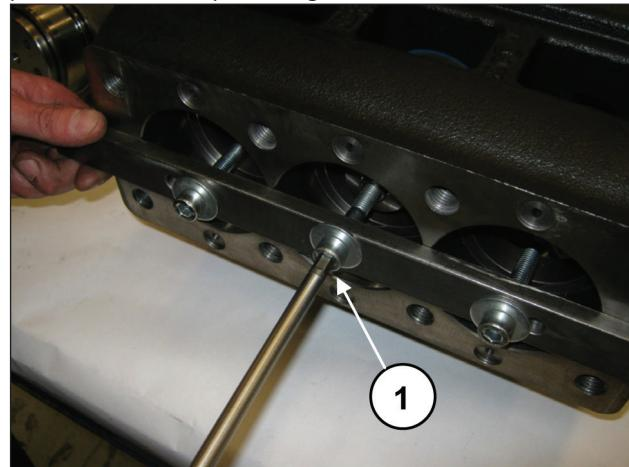
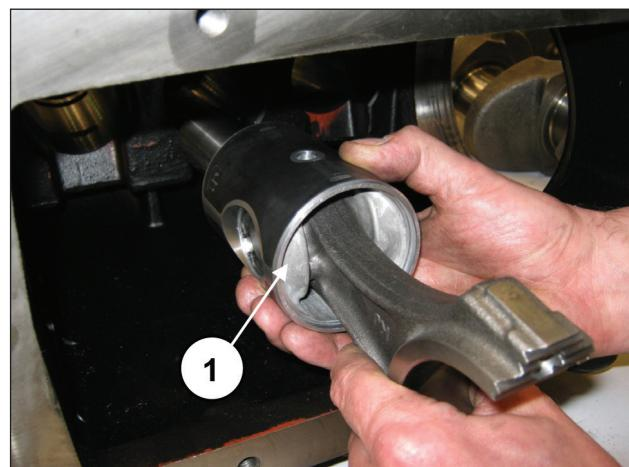

Fig. 32
Fig. 33
Aflojar los tornillos de la herramienta cód. 27566200 para desbloquear las bielas (pos. ①, Fig. 32) y, a continuación, extraer los grupos biela-guía del pistón por la abertura posterior del cárter (pos. ①, Fig. 33).
Desmontar la herramienta que bloquea las bielas cód. 27566200, (pos. ①, Fig. 32).